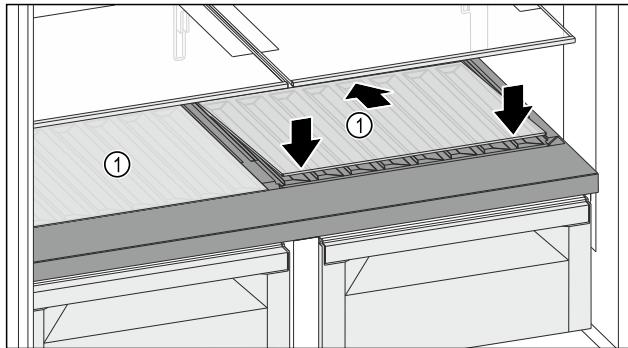

Fig. 124
- Вставте скляну полицю Fig. 124 (1) під кутом, нахиливши назад і донизу.
- Опустіть скляну полицю Fig. 124 (1) вперед.